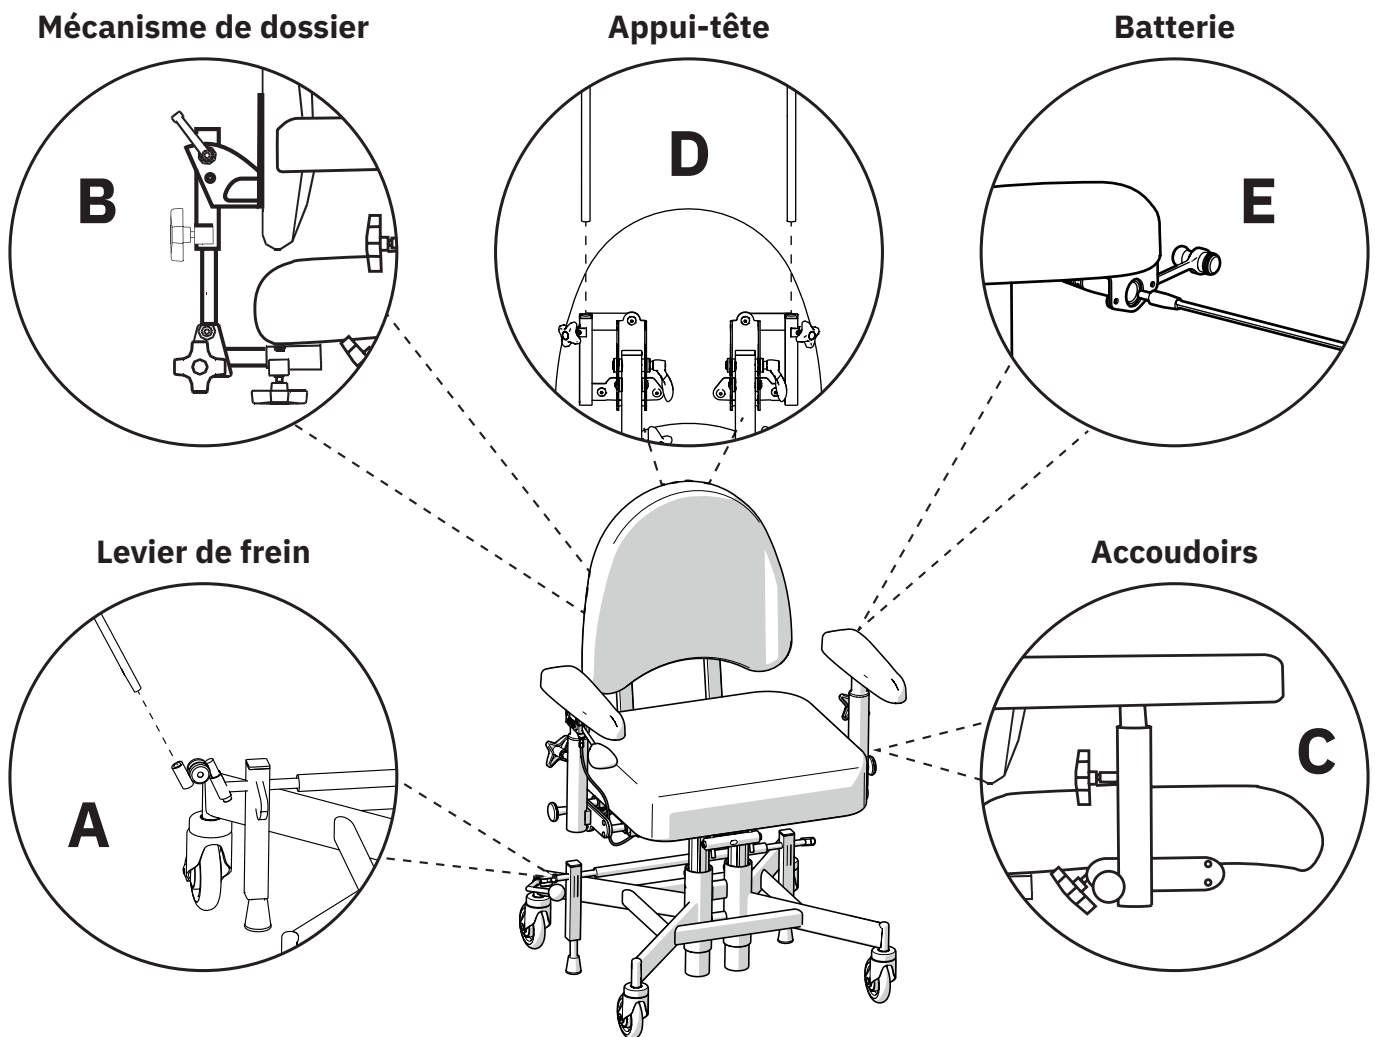

Figure 2.1. Préparation avant la mise en service du produit.
Insérer le levier de frein dans le support du levier de frein (A), voir figure 2.1. Le levier de frein peut être placé sur le côté droit ou gauche.
Insérer les montants du dossier dans le dispositif d'escamotage du dossier (B) et ajuster à la hauteur souhaitée (voir figure 2.1). Resserrer toutes les manettes (B).
Desserrer les manettes d'accoudoir (C) et ajuster à la hauteur et à la largeur souhaitées (voir figure 2.1). Resserrer toutes les manettes (C).
Si le produit est livré avec un appui-tête, insérer le mécanisme de l'appui-tête dans le support du dossier (D) et ajuster à la hauteur souhaitée (voir figure 2.1). Resserrer toutes les manettes (D).
Avant la première utilisation, la batterie des modèles électriques doit être activée et chargée. Pour ce faire, il faut brancher le chargeur de batterie à la prise de charge du produit et à une prise murale (E), voir figure 2.1. La prise de charge peut être placée à différents endroits sur le produit. Le plus souvent, le produit est livré avec la prise de charge montée à l'arrière de l'accoudoir gauche.